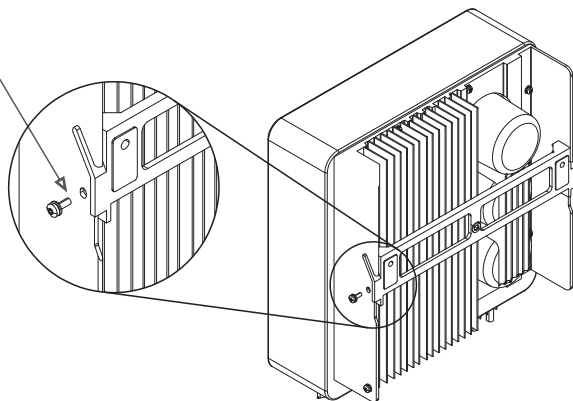

Figura 4.5 Suporte para Montagem em Parede
4. Levante o inversor (tome cuidado para evitar tensão no corpo) e alinhe o suporte traseiro no gabinete do inversor com a seção convexa do suporte de montagem. Pendure o inversor no suporte de montagem e certifique-se de que o inversor esteja seguro (consulte a Figura 4.5).